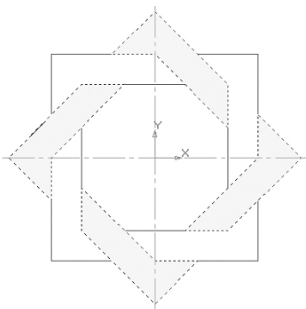

Рис. 6.3.
– вкажіть точку всередині області, яку потрібно заштрихувати. Система автоматично визначить найближчі можливі межі, всередині яких зазначене точка, і побудує фантомне зображення заливки (рис. 6.3);